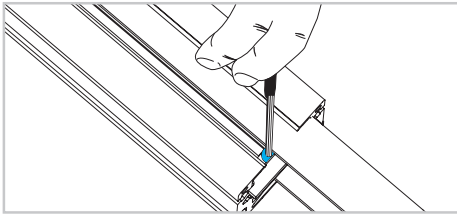

Abb. 12
- 12) Die Sicherheitsblockierung demontieren (Abb. 12).